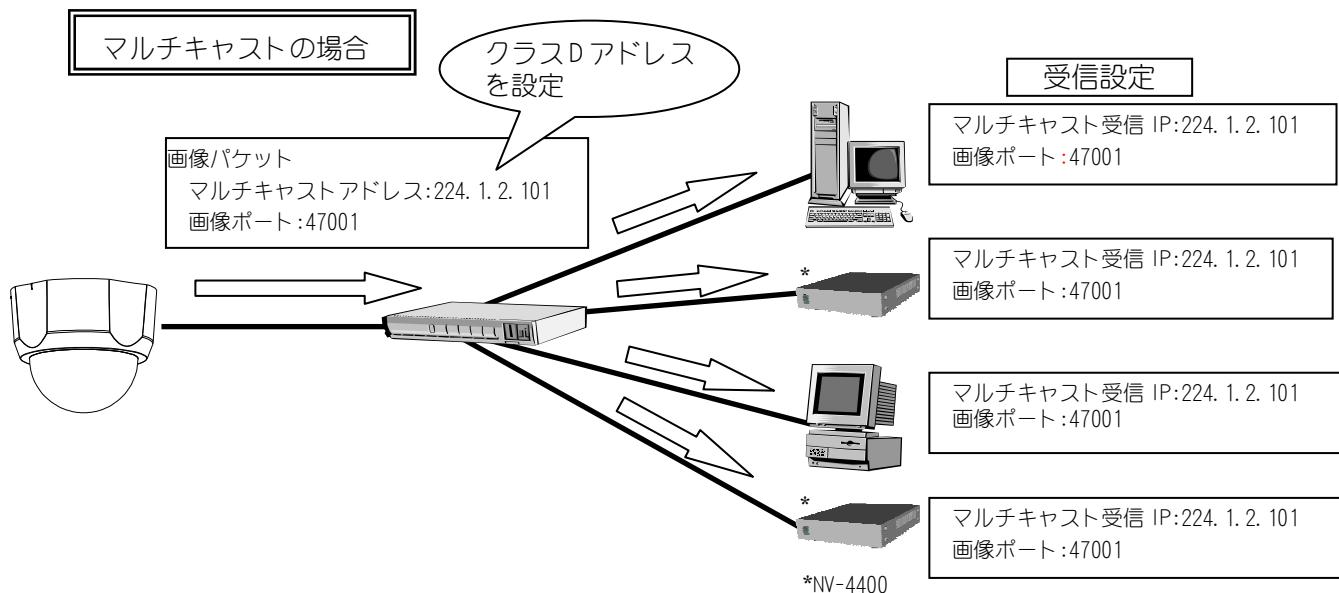

図 16-4 マルチキャストアドレス 画像ポートについて
- (1) マルチキャストアドレスは、RTP/UDP/IP プロトコルで画像配信される際の宛先 IP アドレスです。
- (2) マルチキャストアドレスにクラス D の IP アドレスを指定するとマルチキャスト配信が行えます。
- (3) マルチキャストアドレスに受信側機器の IP アドレスを指定すると RTP/UDP/IP プロトコルによるユニキャスト画像配信も行えます。
- (4) 画像ポートは、画像データを通信するためのポートです。1024～65535 の範囲で設定できます。
- (5) 図 16-4 にその該略図を示します。